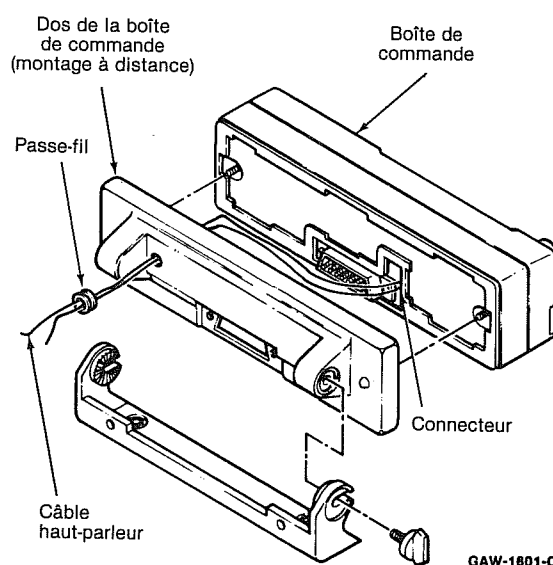

Figure 7
(9) (Montage à distance) Poussez les bornes des fils du haut-parleur (après avoir déposé prise et couvercle) à travers le boîtier arrière à distance, et branchez-les dans les broches (voir figure 7). Ne pas oublier d'installer un passe-fil sur le trou dans le boîtier arrière).